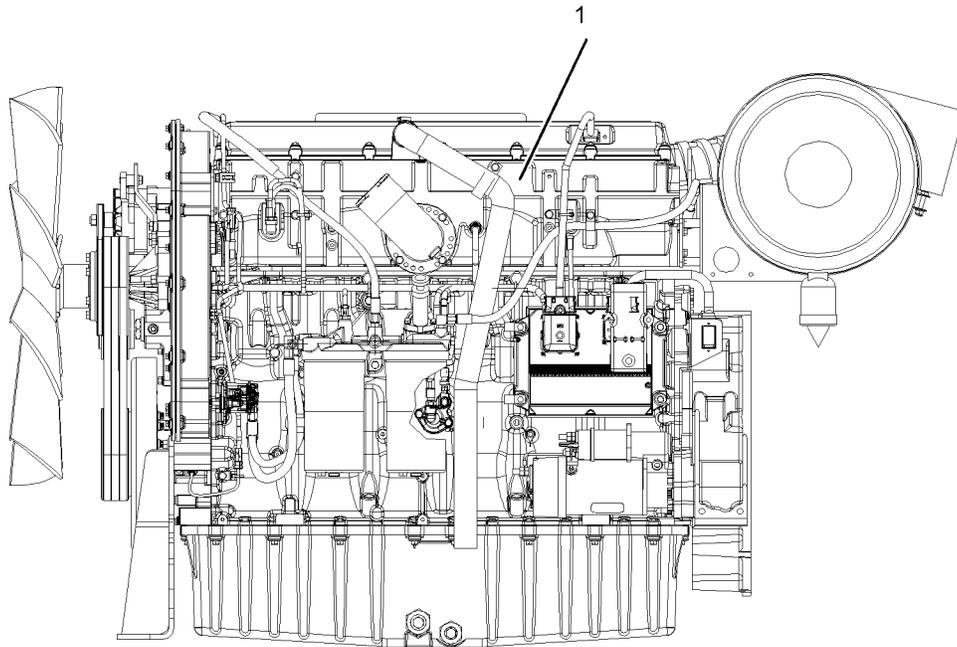

Ilustración 2
La etiqueta de Advertencia universal (1) está ubicada en ambos lados del motor. Vea la ilustración 2.